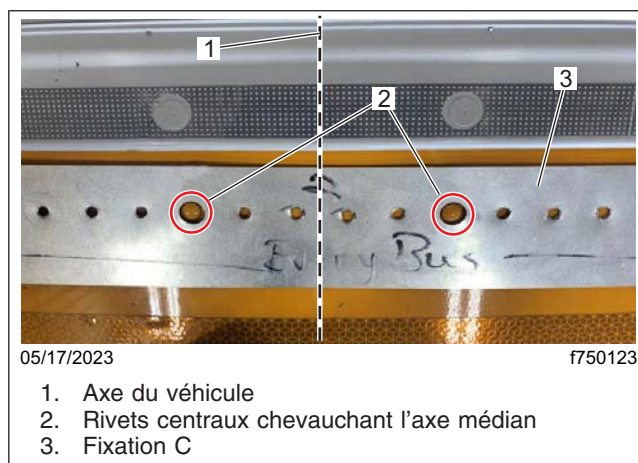

Fig. 19, Deux rivets chevauchant l'axe médian
- Si le joint de toit est muni de deux rivets chevauchant l'axe du véhicule, comme il est indiqué dans **Fig. 19**, utiliser l'appareil C (TBB 242525).
27. Le ou les rivets centraux doivent s'insérer solidement dans le trou de taille moyenne, situé près du centre de chaque appareil, comme le montre le **Fig. 19**.